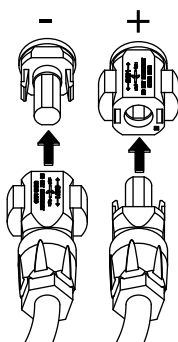

Fig. 31: Ligue o string FV
6. Encaixe as tomadas e os conectores dos cabos CC no inversor. **Fig. 31**